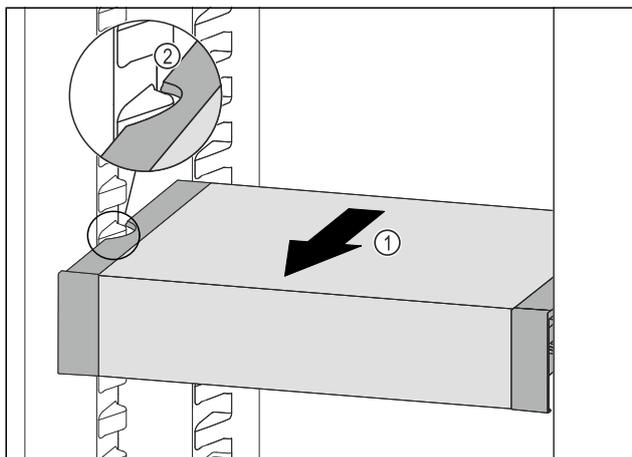

Fig. 93
- VarioSafe ťahajte dopredu Fig. 93 (1), kým sa bočné vybrania VarioSafe nebudú nachádzať vo výške rebra nádoby v chladničke. Fig. 93 (2)